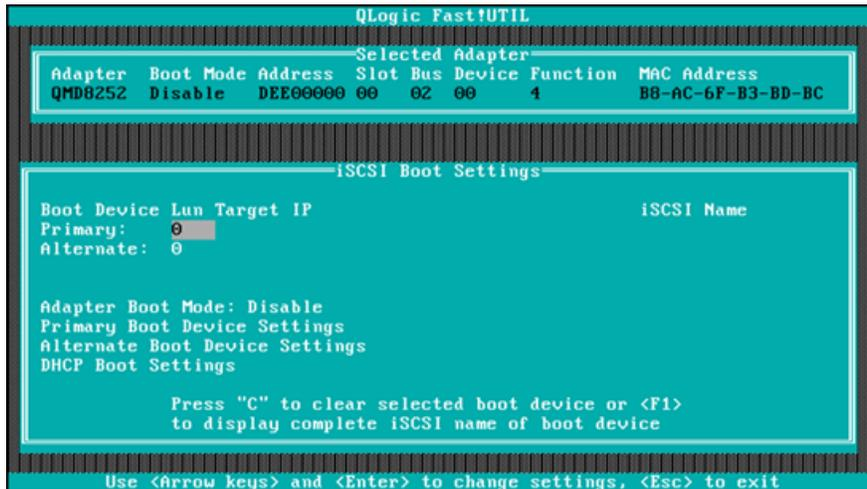

Figure 5-25. Fast!UTIL : fenêtre Paramètres de démarrage iSCSI
7. Retournez dans le menu des paramètres de configuration, puis sélectionnez **iSCSI Boot Settings** (Paramètres de démarrage iSCSI) pour configurer la paramètres de cible, comme illustré à la Figure 5-25.